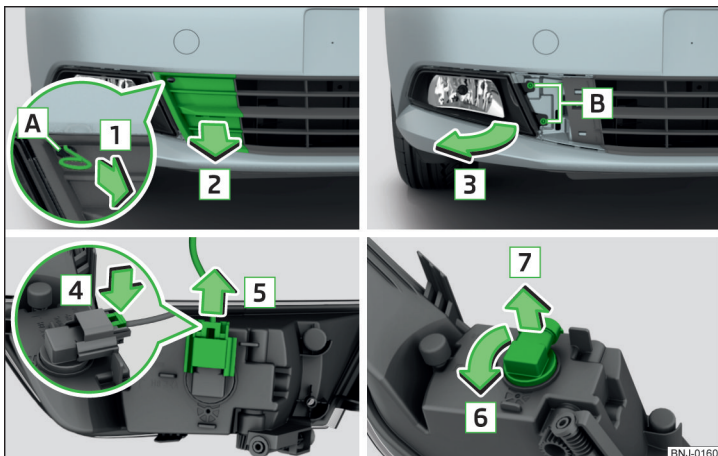

Fig. 305 Demontarea farului de ceață / înlocuirea becului
- Introduceți brida pentru extragerea capacelor integrale de roată în degajarea **A** » fig. 305.
- Introduceți farul de ceață în sens contrar săgeții **3** » fig. 305 și înșurubați-l.